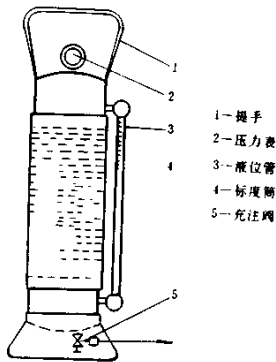

图 2-4-14 便携式充注器示意图
(1) 真空泵：主要用于干燥抽真空和制冷系统抽真空，规格为 2~4L/s。
(2) 干燥箱：用于零部件干燥。其规格可根据情况选用，一般为 100~200L/200℃。
(3) 便携式充注器：用于外出检修时加或灌注氟里昂-12 液。其示意图如图 2-4-14 所示。
(4) 便携式气焊箱和便携式仪表箱：气焊箱内应包括小氧气瓶、小乙炔气瓶和焊枪等；仪表箱则应包括一些必备的检测仪表。
(5) 氮气瓶和氟里昂-12 瓶：氮气瓶用于压力试验和零部件的吹洗。其规格一般可选为 50~100L。